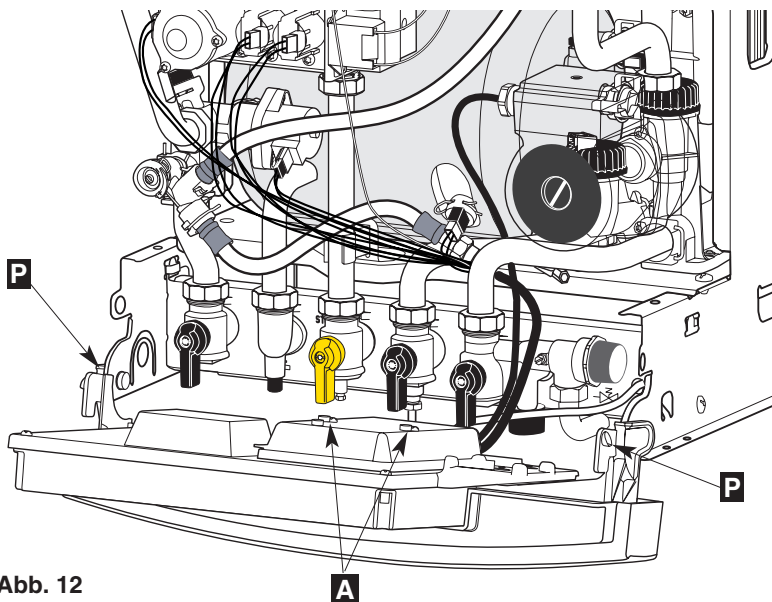

Abb. 12
- die beiden Befestigungsschrauben **A** der Schutzhaube aufschrauben (Abb. 12) und die Haube abnehmen